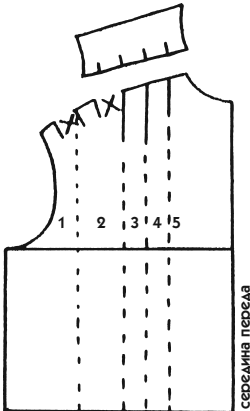

Рис. 544
3. Разделите второе подготовительное лекало вертикальными линиями, идущими от складок, и прономеруйте полосы (рис. 544).
- Проведите перпендикуляр к направлению сборок, например, на уровне груди (рис. 544).